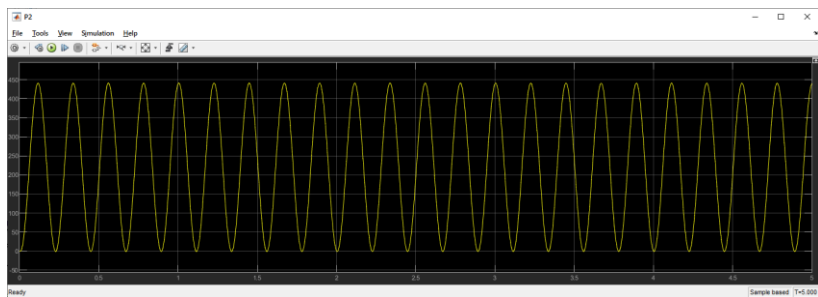
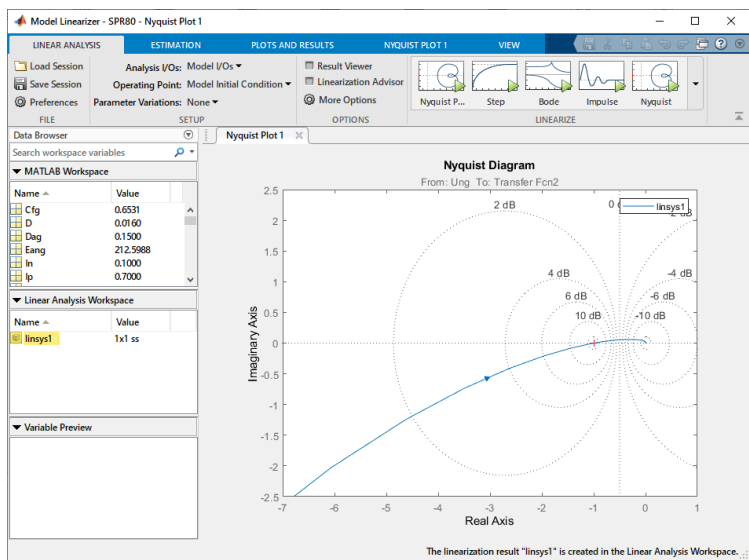
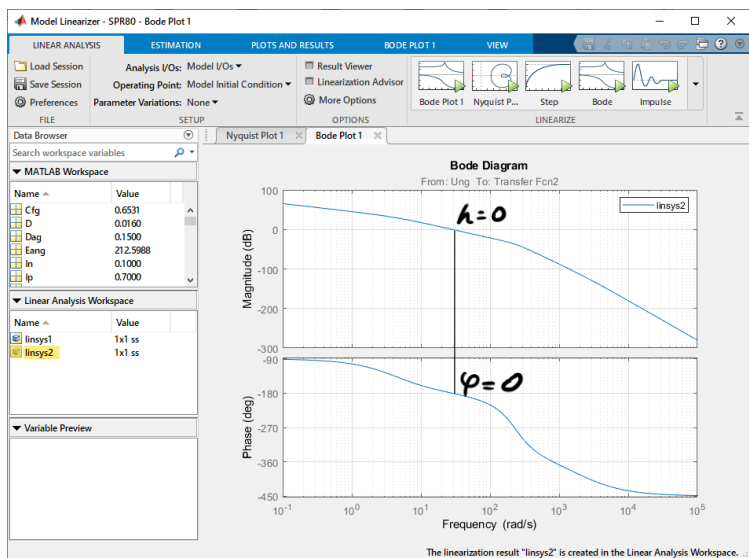

Рис. 8.6. Незатухающий переходный процесс при критическом значении K_{usil}
Рис. 8.7. АФЧХ разомкнутой САУ при критическом значении $K_{уст}$
Рис. 8.8. ЛАЧХ и ЛФЧХ разомкнутой САУ при критическом значении $K_{уст}$
Для нахождения критического значения K_{usil} , при котором САУ находится на границе устойчивости можно подобрать опытным путем, меняя его значение файле расчета параметров и запуская после этого имитацию на модели САУ. При этом необходимо добиться незатухающего переходного процесса. Например, в нашем случае $K_{\text{usil крит}} = 52,55$. При это кривая переходного процесса имеет вид, показанный на рис. 8.6.
АФЧХ, ЛАЧХ и ЛФЧХ для этого случая приведены на рис. 8.7 и рис. 8.8.
7. Определить критическое значение $K_{\text{усил}}$. Для этого также сделайте несколько попыток и добейтесь незатухающего переходного процесса, аналогично рис. 8.6. Для него постройте АФЧХ, ЛАЧХ, ЛФЧХ разомкнутой САУ (рис. 8.7, 8.8). Убедитесь, что запасы устойчивости по фазе и по модулю равны нулю. Определить корни характеристического уравнения замкнутой САУ, убедиться, что САР на границе устойчивости (присутствуют корни с близкой к нулю вещественной частью).